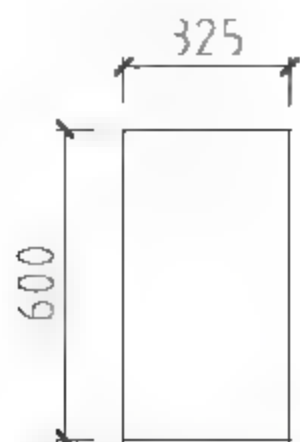

图8-92 绘制矩形
- 01 调用REC【矩形】命令，绘制尺寸为325×600的矩形，如图8-92所示。